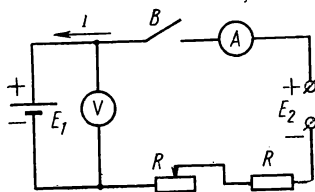

Рис. 2.5
2. Собрать цепь для генераторного режима (рис. 2.5) и показать ее преподавателю для проверки.